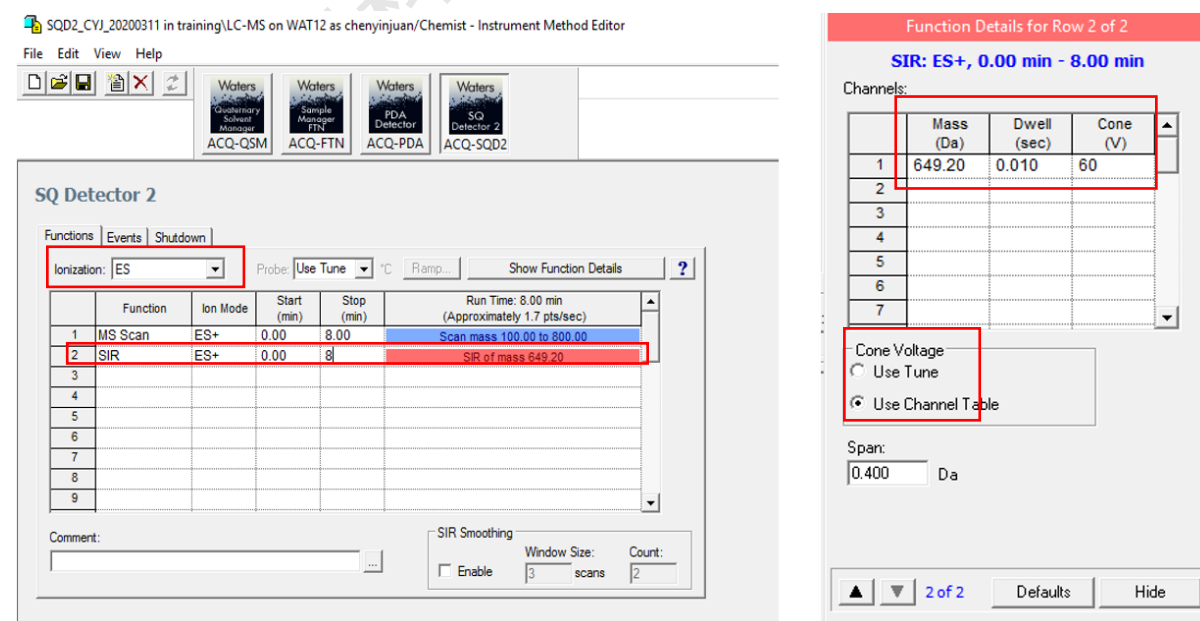

图6-28
(2) SIR Scan 有明确目标物 (图6-28)。
点击Show Function Details, 弹出图6-28右侧对话框, Channels-设置Mass (Da),即目标离子质荷比, Cone Voltage选择Use Tune; Span:0.4-0.6